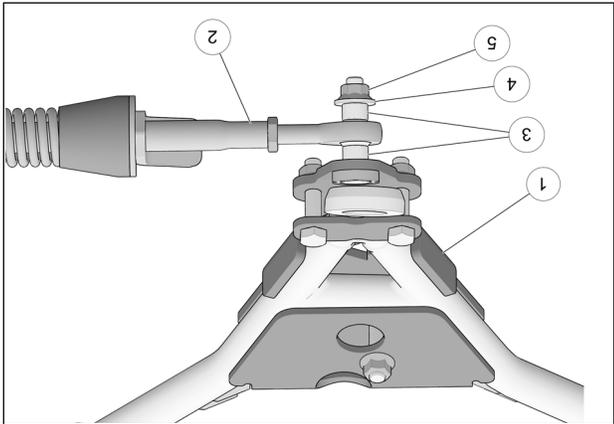

Fig. 12
7. Fixer le bras stabilisateur (2) au boulon déjà installé sur l'ancrage de suspension (1) à l'aide des deux espaceurs (3), de la rondelle (4) et de l'écrou autobloquant (5). Serrer à un couple de 70 N•m [52 lb•pi]. Voir la Fig. 12